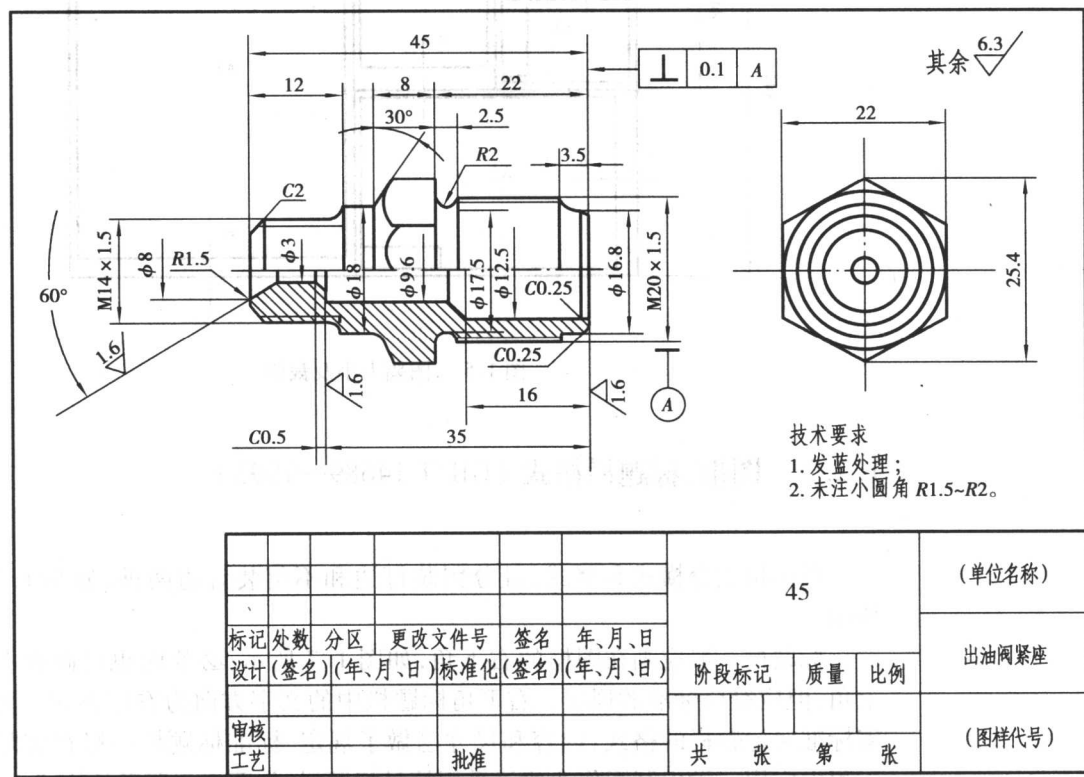

图 1.4 出油阀零件图
4) 零件图 如图 1.4 所示,这类图主要用于指导零件的生产、加工和检验。
为便于生产、管理和交流,必须对图样的画法、尺寸注法等做出统一的规定。图 1.4 是出油阀的零件图。在汽车零件的生产制造和机械修理过程中被称为标准机械图样。